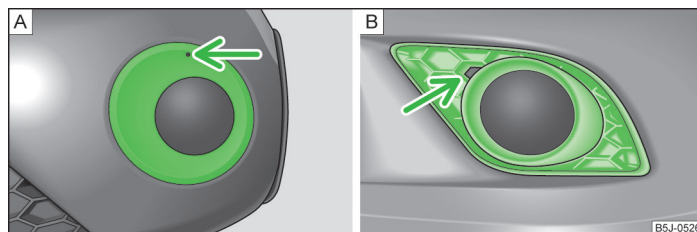

Fig. 158 Parachoques delantero: Fabia Scout/Fabia RS
- » Introducir en la abertura por encima del faro antiniebla » fig. 158 - **A** (Fabia Scout) el estribo de alambre » página 181, *Equipo de herramientas a bordo* y extraer la caperuza protectora.
- » Introducir un dedo en la abertura junto al faro antiniebla » fig. 158 - **B** (Fabia RS) y extraer la caperuza protectora.